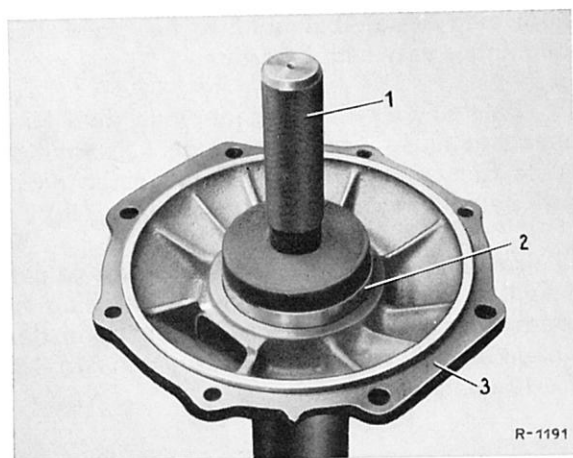

Bild 35–11/31
40 In den Lagerflansch des linken Tragrohres (3) die Ausgleichscheibe einlegen und den Außenring des Kegelrollenlagers (2) mit dem Montagedorn (1) einpressen (Bild 35–11/31).